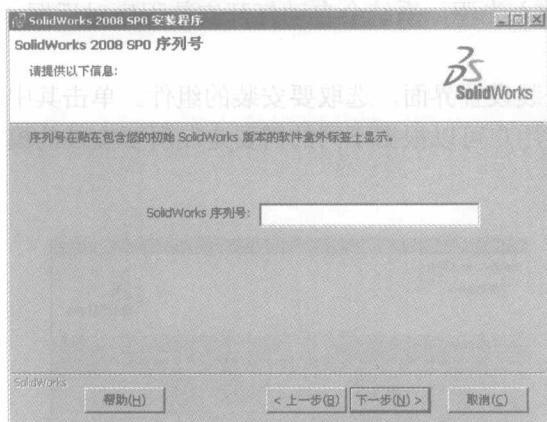

图 1-6 输入安装序列号
(5) 单击 **下一步(N)>** 按钮打开如图 1-6 所示的安装窗口，系统提示输入安装的序列号，使用软件包自带的序列号进行安装。